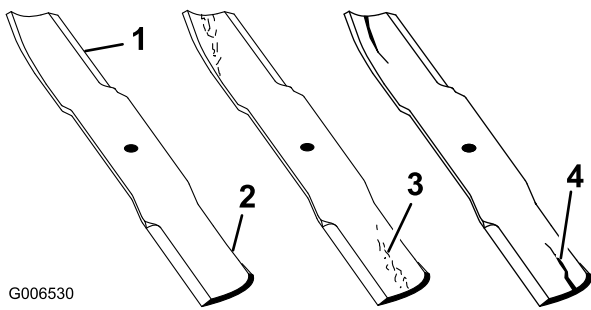

Bild 100
2. Prüfen Sie die Schnittkanten des Messers sorgfältig, insbesondere dort, wo die geraden Flächen die gebogenen berühren, siehe Bild 100.
Hinweis: Da Sand und anderes reibendes Material das Metall abschleifen kann, das die flachen und die gebogenen Teile verbindet, müssen Sie das Messer vor jedem Einsatz des Rasenmähers prüfen. Wenn Sie Abnutzungen feststellen, sollten Sie das Messer auswechseln (Bild 100).